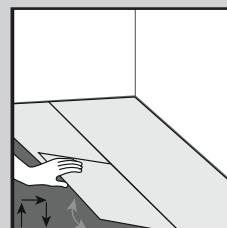
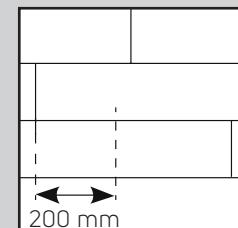
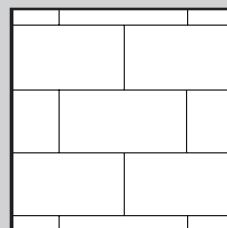

Abb. 3
Abb. 3a
Abb. 3b
4. Beginnen Sie die zweite Reihe, indem Sie Feder und Nut ineinander klicken lassen – halten Sie hierzu die Fliese oder Diel in einem Winkel von etwa 30° und klopfen Sie die Fliese oder Diel fest in die Nut der ersten Reihe. Verlegen Sie jetzt die nächste Diel/Fiese, indem Sie Feder und Nut der langen Seite zusammenfügen (Abb. 3). Dielen und Dielen sollten „versetzt“ verlegt werden, sodass niemals vier Ecken aufeinandertreffen (Abb. 3a und Abb. 3b).